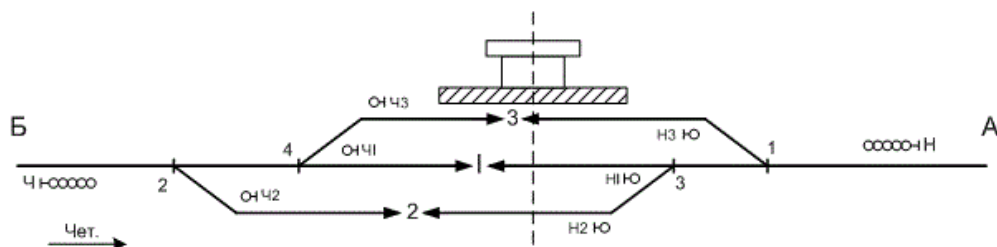

Рис. 1 Схема железнодорожного разъезда
5. Железнодорожный разъезд – это отдельный пункт с дополнительным путевым развитием, располагающийся на однопутной линии и предназначенный для скрещения, обгона и пропуска поездов (рис. 1). Кроме скрещения и обгона, разъезды предназначены для посадки и высадки пассажиров, в некоторых случаях на них осуществляется погрузка и выгрузка грузов в небольшом объеме. Для выполнения этих операций на разъездах имеется главный путь, который используется в основном для безостановочного пропуска поездов, один или два приемоотправочных пути - используются для обгона или скрещения, пассажирское здание и пассажирские платформы, устройства СЦБ и связи, освещения, стрелочные посты. На электрифицированных линиях, кроме того, имеется контактная сеть.